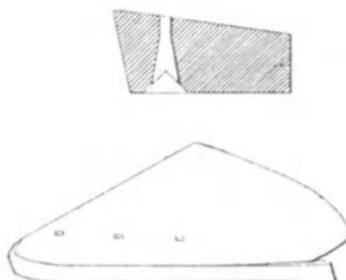

Abb. 69. Spitzer weiter Huf.
**Das Eisen für den weiten Huf.** Tragerand, soweit die Wand schräg steht, stark nach innen abfallend. Ränderung bodeneng. Die Lochung ist tief und mehr nach hinten verteilt (Abb. 69).
**Das Eisen für den spitzen Huf.** Ränderung an der Zehe bodeneng, die Schenkel sind länger als beim Eisen für den regelmäßigen Huf und enden bodenweit (Abb. 69). Der Aufzug liegt in der Zehenwand. Zehenrichtung ist stark.